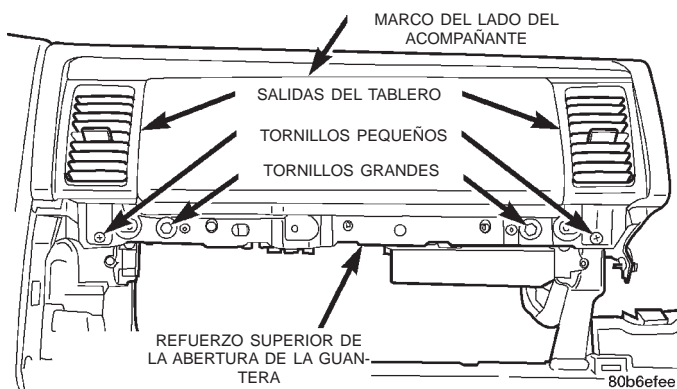

Fig. 29 Montaje del acojinado superior del tablero de instrumentos a la abertura de la guantera
(10) Retire la cubierta de la abertura de la columna de dirección del tablero de instrumentos. Para informarse sobre los procedimientos, consulte **Cubierta de la abertura de la columna de dirección** en la sección Desmontaje e instalación de este grupo.
(11) Abra la puerta de la guantera del tablero de instrumentos. Para informarse sobre los procedimientos, consulte **Guantera - Abertura** en la sección Desmontaje e instalación de este grupo.
(12) Retire el casquillo de extremo del extremo inferior exterior del tablero de instrumentos, del lado del acompañante. Para informarse sobre los procedimientos, consulte **Casquillo de extremo del tablero de instrumentos** en la sección Desmontaje e instalación de este grupo.
(13) Retire el marco central inferior derecho del tablero de instrumentos. Para informarse sobre los procedimientos, consulte **Marco central inferior derecho del tablero de instrumentos** en la sección Desmontaje e instalación de este grupo.
(14) Retire la luz y el conmutador de la guantera del tablero de instrumentos. Para informarse sobre los procedimientos, consulte **Luz y conmutador de la guantera** en la sección Desmontaje e instalación de este grupo.
(15) Retire los dos tornillos grandes en el refuerzo superior de la abertura de la guantera que fijan el acojinado superior al conducto estructural de tablero de instrumentos (Fig. 29).